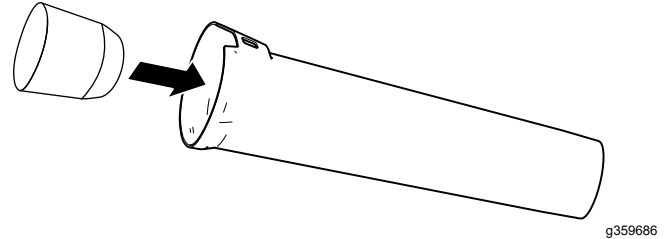

Figura 2
1. Instale la tobera del soplador en el tubo (Figura 2).